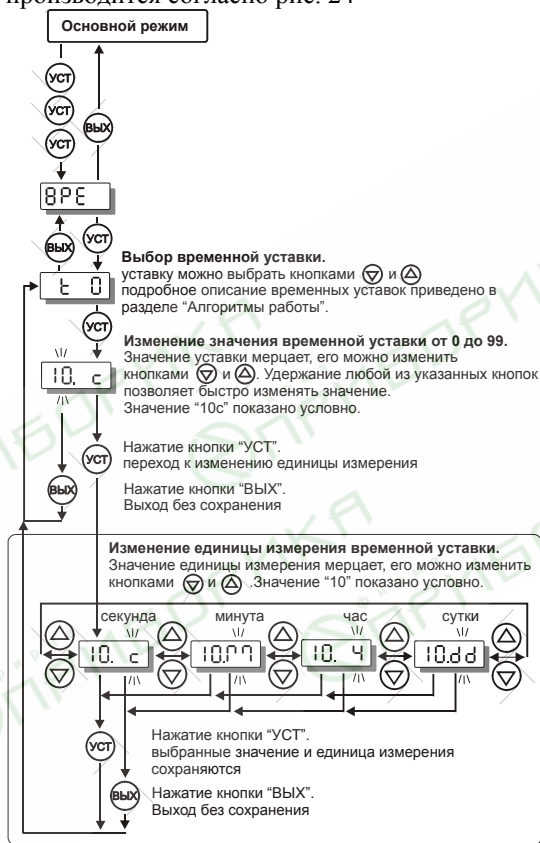

Рисунок 24
8.5.1 Просмотр/изменение временных параметров производится согласно рис. 24